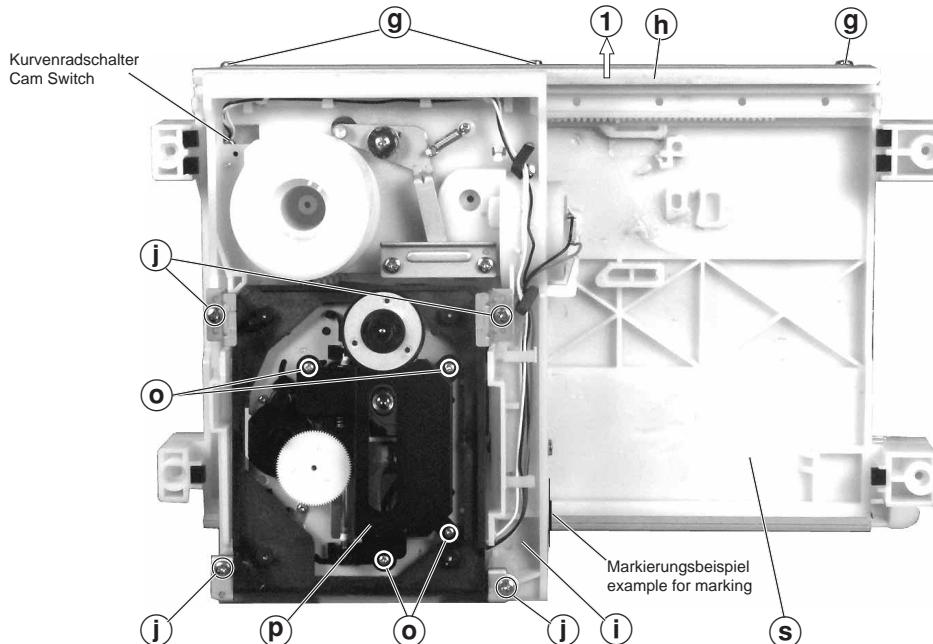

Fig. 11
8. Laufwerkschlitten ausbauen, (Fig. 11)
- 3 Schrauben ⑨ lösen und Führungsschiene ⑩ in Pfeilrichtung ① drücken.
- Position des Laufwerkschlittens ⑪ am Laufwerkrahmen ⑫ markieren.
- Laufwerkschlitten ⑪ herausnehmen.
8. Removing the Sledge of the Drive Mechanism (Fig. 11)
- Undo 3 screws ⑨ and press the guide ⑩ in the direction of arrow ①.
- Mark the position of the sledge ⑪ on the frame of the drive mechanism ⑫.
- Take the sledge ⑪ out.
- 4 Schrauben ⑬ (Fig. 11) herausdrehen und dazugehörige Haltewinkel abnehmen.
- Undo 4 screws ⑬ (Fig. 11) and remove the respective holding brackets.
- 4 Schrauben ⑪ herausdrehen und Abdeckblech ⑫ abnehmen (Fig. 11).
- Undo 4 screws ⑪ and remove the cover plate ⑫ (Fig. 11).